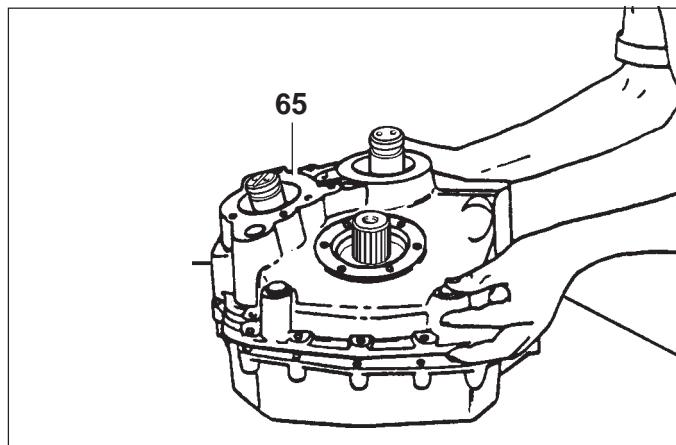

Fig. 35
- 6) Montare sul coperchio la falsa scatola, attrezzo (15751990215) per ZF 220 A, che riproduce la semiscatola invertitore. Tale attrezzo permette attraverso le sue aperture di rilevare il gioco tra i denti degli ingranaggi. (Ne si omette il disegno costruttivo in quanto la realizzazione richiede lo stesso ciclo di produzione utilizzato per le semicarcasse) Fig. 35.
- 6) Put on the half casing, the tool (15751990215) for ZF 220 A, which reproduces the reverse gear half casing. This tool, by means of its opening, shows the play between the gear teeth. (The drawing is not included in that its production is the same of the half casing) Fig. 35.
- 7) Fit outer race of tapered bearing (63), (66) and (79) and set then down with tool (15751990117). With the tool (15770900005) lock the shaft (61). Position the tracer point of the magnetic base centesimal feed loop at the side of the teeth of the gear (76) through the appropriate opening, and turn it
- 1) Sostituire con la semicarcassa (65) l'attrezzo che la riproduceva (Fig. 35).
- 1) Exchange the dummy half casing (65) for the real half casing (Fig. 35).